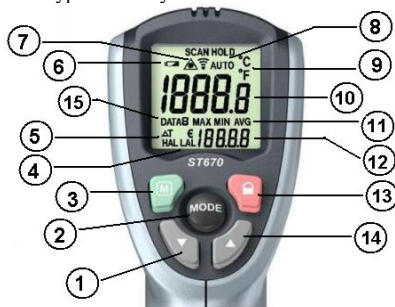

Рис.6.2
ЖК-дисплей (см. рис. 6.2) фиксирует температуру в градусах Цельсия (C) или Фаренгейта (F) еще в течение ~ 30 секунд после того, как курок-кнопка будет отпущена.